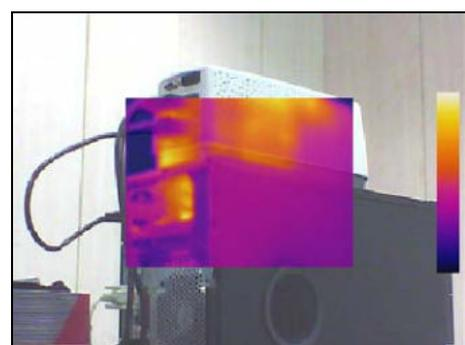

Abb. 46: Einstellung und Anzeige des VIS_MIX_IR Bildes
- **IR_MIX_VIS** → Anzeige des visuellen Bildes in der Mitte des Bildschirms/Vollbild-Anzeige des IR Bildes mit Möglichkeit zur Auswahl vom Prozentsatz des visuellen Niveaus (siehe Abb. 46)